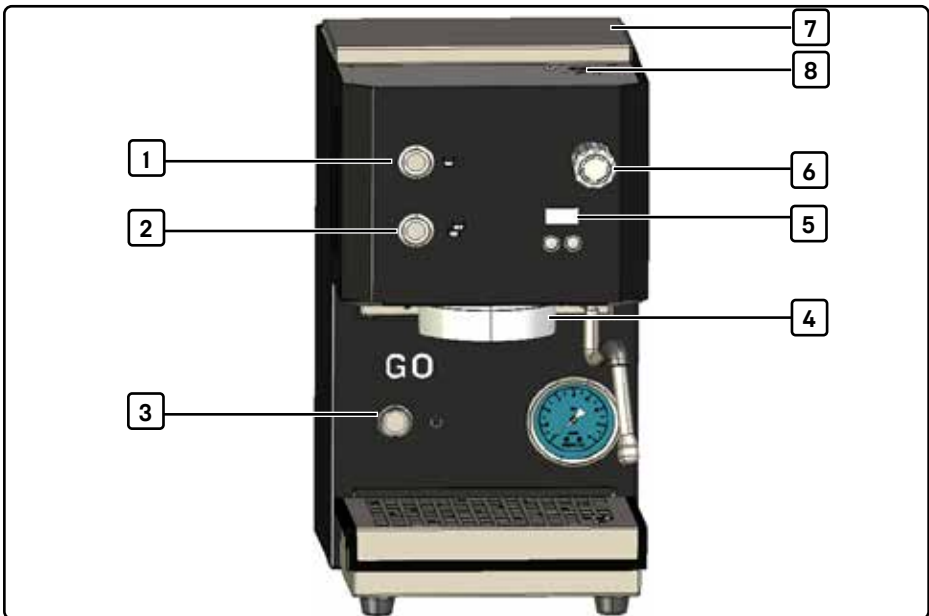

Abb. 5 Abbildung ohne installierten Filterträger
1. Wassertank (7, Abb. 5) entnehmen und gründlich reinigen (siehe Kapitel 11.5, „Wassertank reinigen“).
4. Ein-/Aus-Taste (3, Abb. 5) drücken.
1. Gefäß unter die Brühgruppe (4, Abb. 5) stellen. Die Öffnung des Gefäßes sollte mindestens so groß sein wie die Brühgruppe.
2. Eine der Bezugstasten (1, 2, Abb. 5) betätigen.